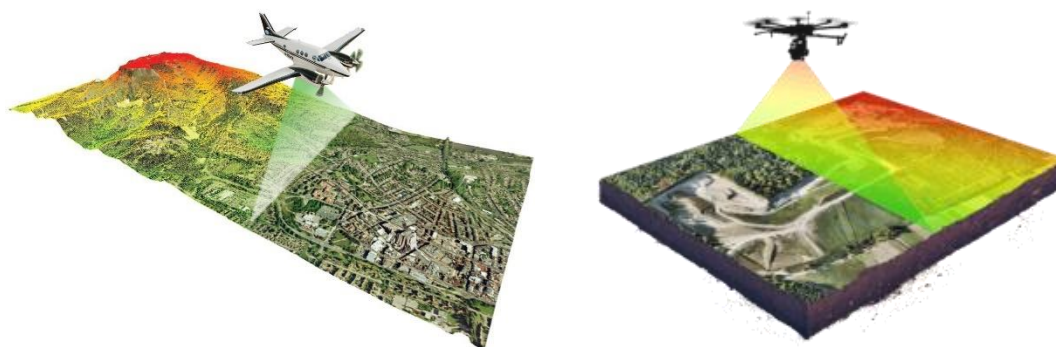

Figura 3. Escaneo láser 3D aerotransportado
- Escáner láser aerotransportado (ALS) (Figura 3)